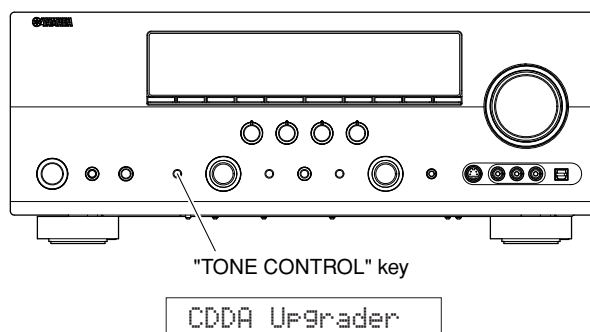

Fig. 2
2. While pressing the "TONE CONTROL" key of this unit, connect the power cable of this unit to the AC outlet. (Fig. 2)
The FIRMWARE UPDATE mode is activated and "CDDA Upgrader" is displayed. (Fig. 2)
2. 本機の「TONE CONTROL」キーを押しながら、本機の電源コードをACコンセントに接続します。(Fig. 2)
FIRMWARE UPDATEモードが起動し、「CDDA Upgrader」が表示されます。(Fig. 2)